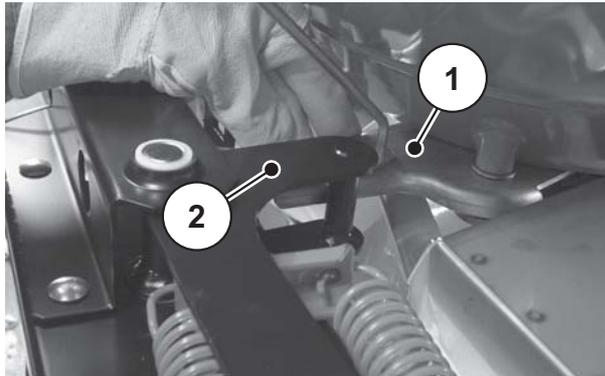

図 9.6: 計測スライドをポインターまで引っ張る
18. 計測スライド [1] を手でポインター [2] まで引っ張ります (図 9.6 を参照)。